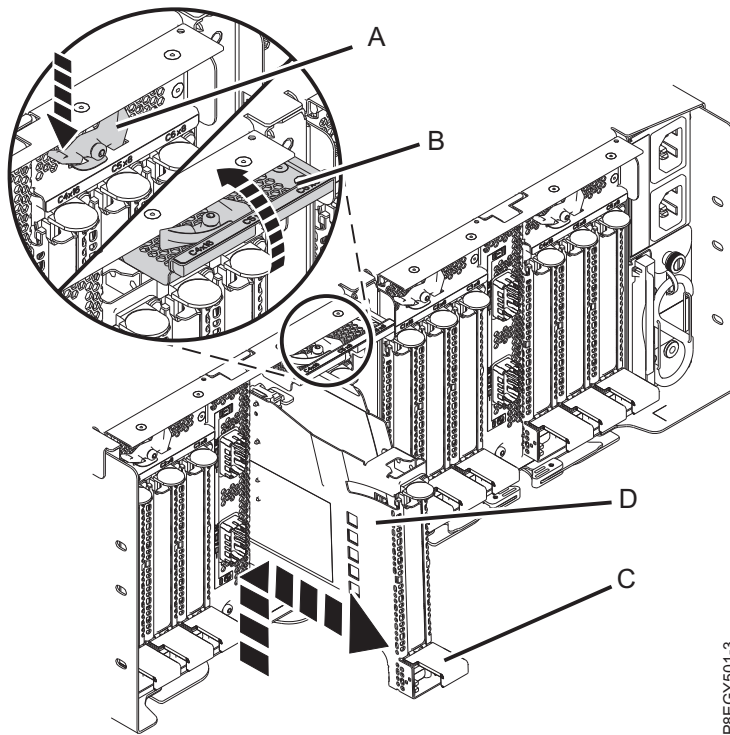

Abbildung 111. PCIe-Adapterkassette aus dem Einschub für PCIe3-Erweiterungen ausbauen
- a. Drücken Sie den Verriegelungshebel (A) am Zielsteckplatz (siehe Abb. 111 auf Seite 110). Dadurch wird die Verriegelungsklappe nach oben in die geöffnete Position geschwenkt. Siehe (B) in Abb. 111 auf Seite 110.
- b. Heben Sie den Kassettengriff (C) an und ziehen Sie die Kassette (D) aus ihrem Steckplatz (siehe Abb. 111).